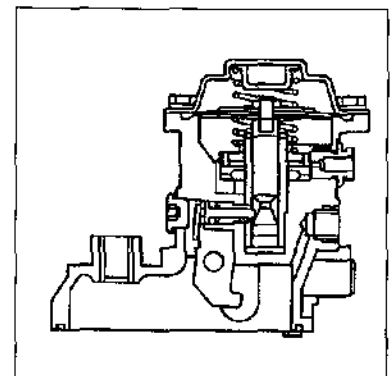

Figura.9-35
- ③ Se usa un resorte en la parte superior y en la parte inferior del diafragma para permitir el control de la presión negativa. (Figura.9-35)
(3) Operación